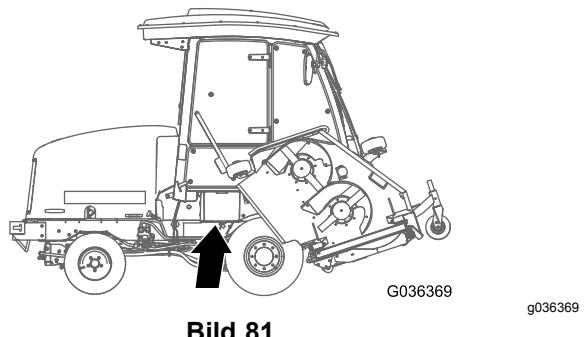

Bild 81
1. Öffnen Sie die Batterieabdeckung an der Seite der Abdeckung (Bild 81).
Hinweis: Üben Sie Druck auf die flache Oberfläche über der Batterieabdeckung aus, um das Entfernen der Abdeckung zu erleichtern (Bild 81).